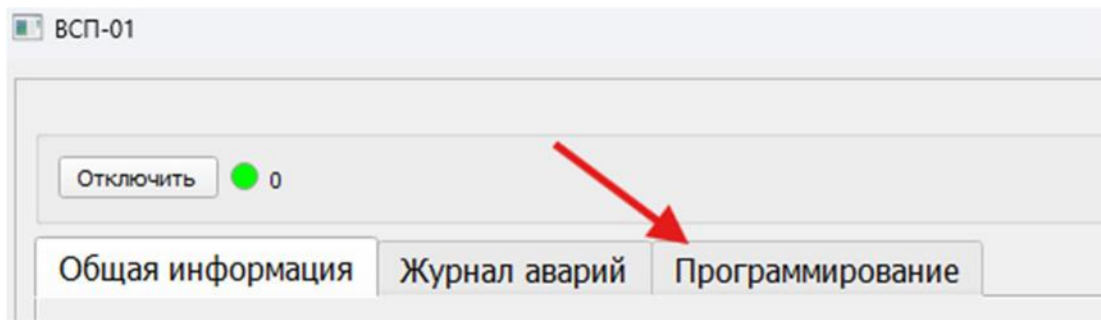

Рис. 6 – Вкладка «Программирование»
9. Выбрать вкладку «Программирование» (рис. 6).